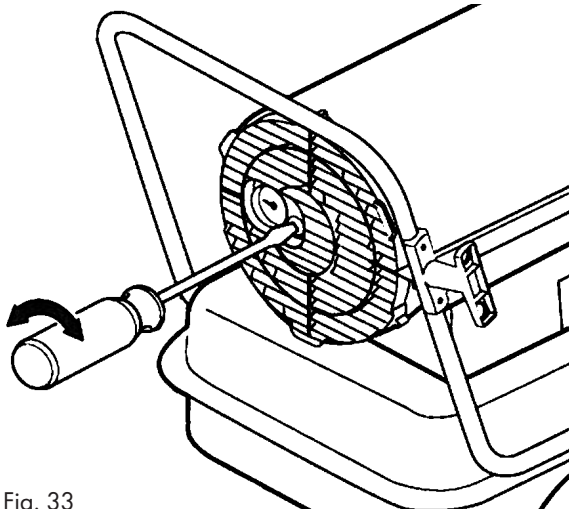

Fig. 33
- Gebruik een platte schroevendraaier om de klep te draaien, zie Fig. 33